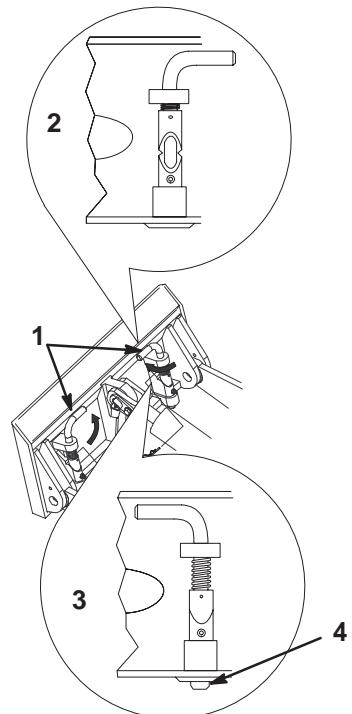

Bild 20
7. Lassen die Schnellbefestigungsstifte eingreifen und stellen Sie sicher, dass sie vollständig in der Montageplatte sitzen (Bild 20).